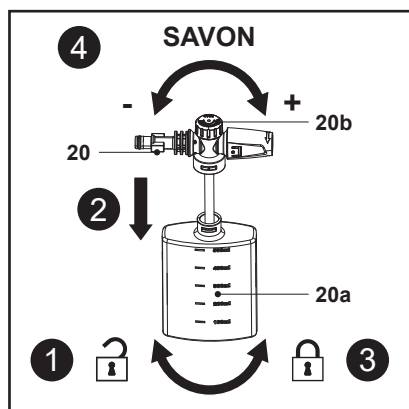

Fig. 13
Remplir et utiliser le détergent comme indiqué sur la Fig. 13.
1. Tenir la buse pour flacon de détergent (20), puis déverrouiller et retirer le flacon (20a) (Fig. 13, étape 1).
2. S'assurer que le tuyau d'alimentation en eau est bien fixé à la buse de détergent (20).
4. Placer la buse pour flacon de détergent (20) sur le flacon (20a) (Fig. 13, étape 2).
5. Tenir la buse pour flacon de détergent (20), puis y fixer fermement le flacon (20a) (Fig. 13, étape 3).
6. Tourner le bouton de réglage (20b) dans le sens horaire pour augmenter la dose de savon utilisée pendant le lavage et dans le sens antihoraire pour la diminuer (Fig. 13, étape 4).
7. Monter la buse pour flacon de détergent (20) sur le pistolet de pulvérisation (15).
8. La buse pour flacon de détergent (20) est prête à l'emploi.